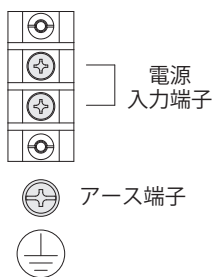

図5 端子台の構成
1. 端子ねじ M4、アースねじ M4 にて電源線・アース線を指定の端子へ適正締付トルクにて確実に接続してください。(図 5、6)